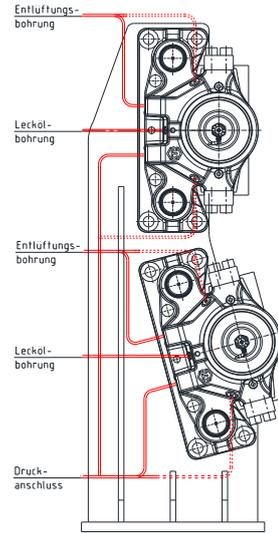

Bild 16: Druckanschluss mehrerer Bremsen (parallel)
Bei der Montage von mehreren Bremsen empfehlen wir, den Druckanschluss bei jeder Bremse einzeln (parallel) anzuschließen (siehe Bild 16).
**Bei der Parallelschaltung von Bremsen (siehe Bild 16) muss jede Bremse einzeln entlüftet werden.**